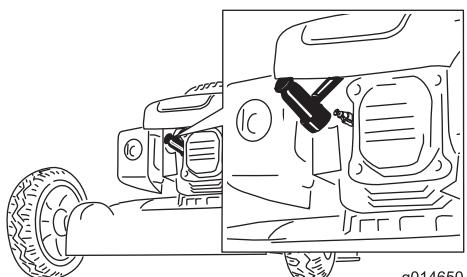

Figure 17
- Débranchez le fil de la bougie (Figure 17) avant de procéder à un quelconque entretien.